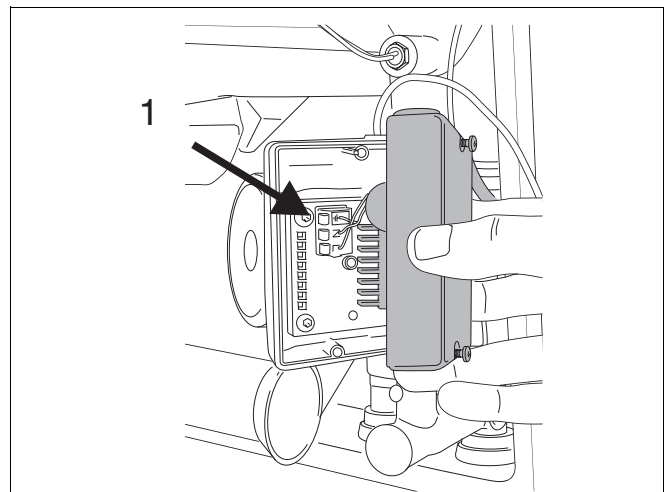

Abb. 28 Kabel modulierende Pumpe
- Kabel lösen (Abb. 28, Pos. 1). Kabelzuordnung notieren.